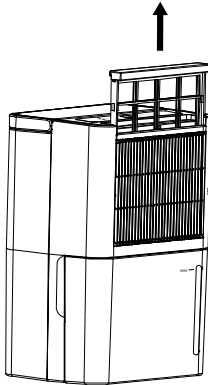

Fig. 6
- ◆ Le filtre à air **3** se situe derrière la grille d'admission d'air **2**. Saisissez avec les doigts le rebord du filtre à air **3** et tirez-le vers le haut pour le sortir de l'appareil (voir figure 6).